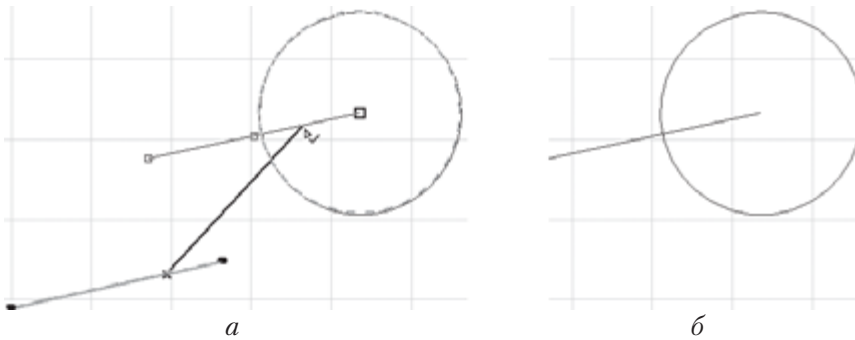

Рис. 4.10. Использование объектной привязки
6. Продолжайте перемещение линии таким образом, чтобы ее конец попал в центр окружности. Когда это произойдет, маркер, находящийся на этом конце линии, увеличится в размерах, а указатель мыши примет форму  (рис. 4.10, а). Это означает, что произошла точная привязка конца линии к центру окружности.
7. Щелкните кнопкой мыши. Задача решена (рис. 4.10, б).